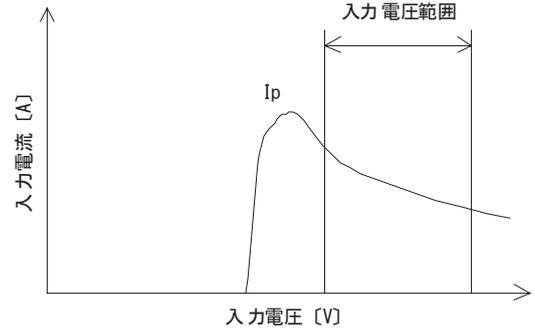

図3.2 入力電流特性
- 入力電源にはDC-DCコンバータ立上げ時の電流 $I_p$ （図3.2）を考慮した、充分余裕のある電源を設定してください。